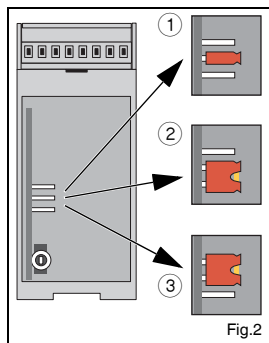

Fig.2
- Relier la borne 4 (GND 1) directement avec la terre (PE).
3.2. Pour un niveau de signal > 20 V (Fig.2 - ①)
3.3. Pour un niveau de signal > 10 V (Fig.2 - ②)
4. Rétablissement de l'état initial (Fig.2 - ③)